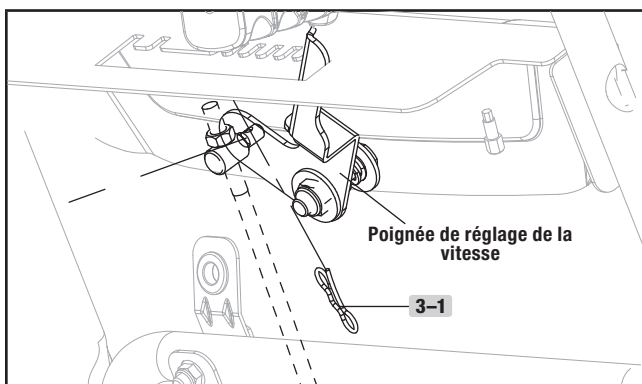

Figure 6C
2. Reliez le levier de connexion et la poignée de réglage de la vitesse avec la goupille fendue (3-1) (figure 6C).